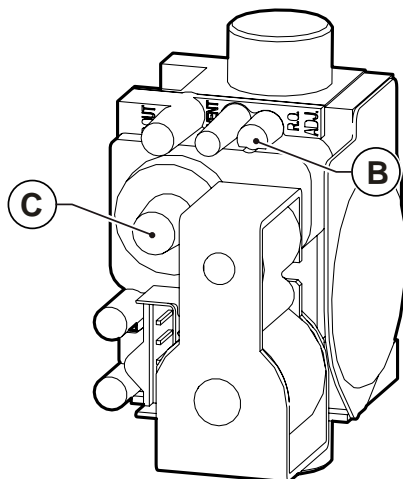

Fig. 36 Reglare valoare dioxid de carbon
- Reglați valoarea dioxidului de carbon (CO₂) din gazele arse, rotind regulatorul de raport **B** (vezi Fig. 36 Reglare valoare dioxid de carbon) și asigurați-vă că reintră în limitele din Tab. 10 Limite reglabile pentru parametrii TSP și valori implicite în funcție de tipul de centrală termică (TSP0) - I la pagina 54. Lăsați centrala în modul curățare și treceți la pasul următor de reglare la puterea minimă.
- Reglați valoarea dioxidului de carbon (CO₂) din gazele arse, rotind regulatorul **C** (vezi Fig. 36 Reglare valoare dioxid de carbon) și asigurați-vă că reintră în limitele din Tab. 16 Valori ale CO₂ în gazele arse.